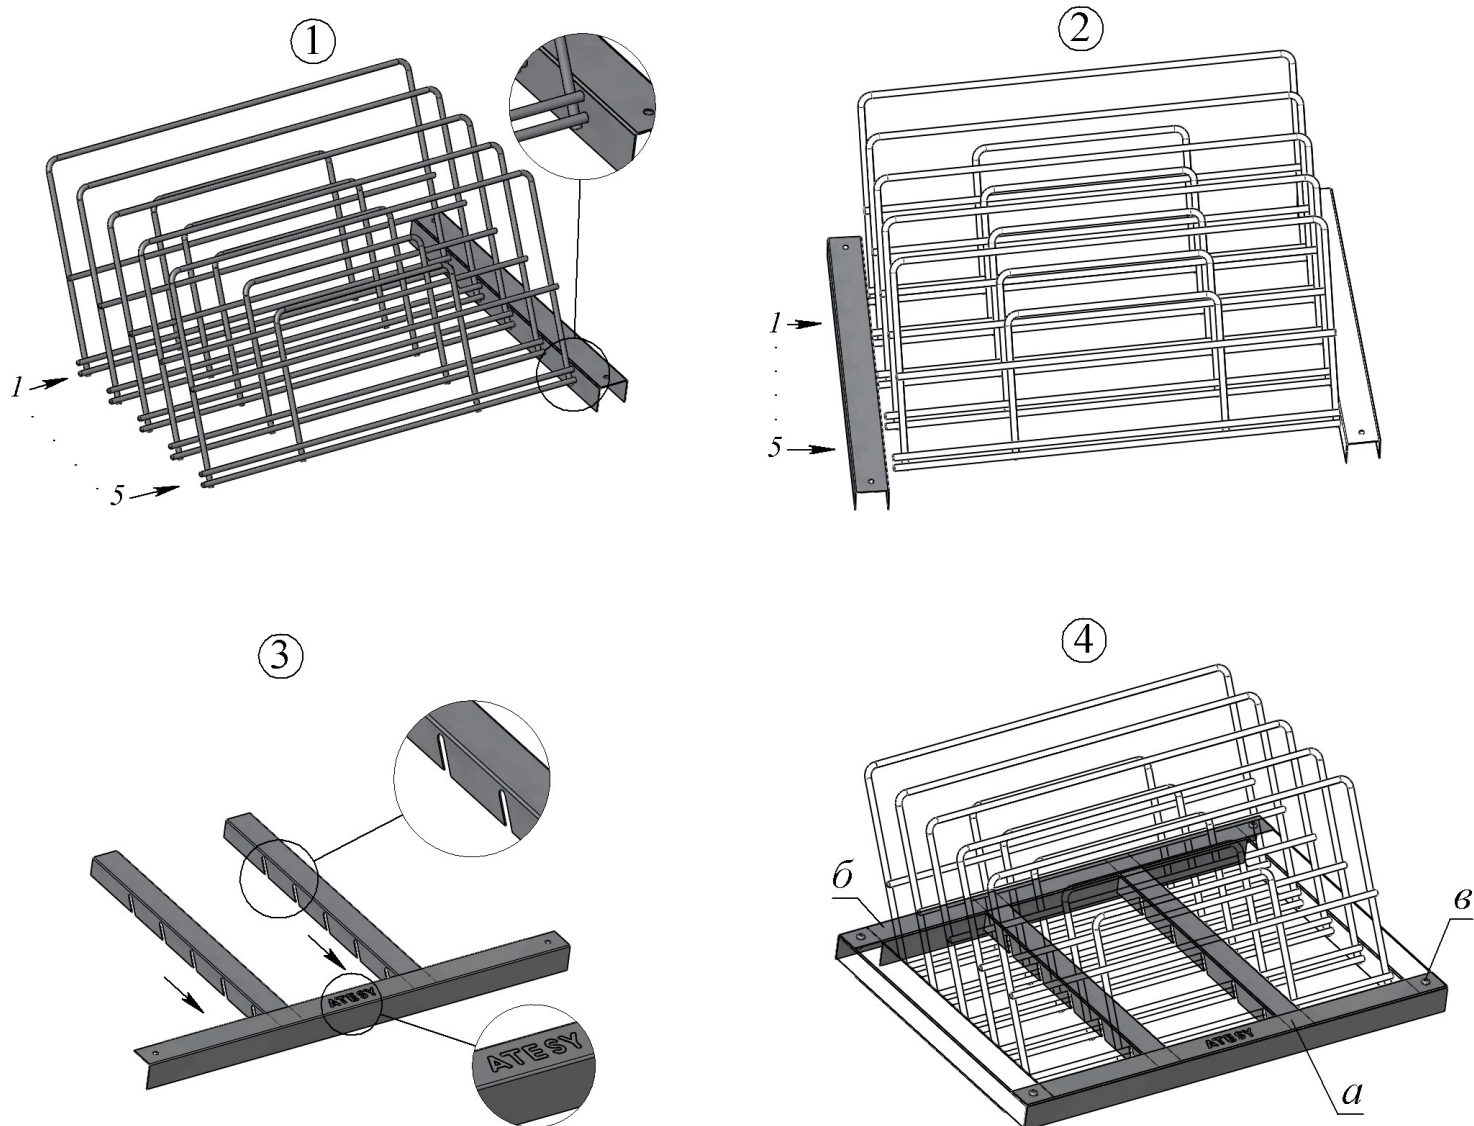

Рисунок 2
Полка ПКД-С (рисунок 2) выполнена из пищевой нержавеющей стали. Она имеет пять наклонных полок, выполненных из нержавеющей прутков. Конструкция полок позволяет размещать на них разделочные доски различных размеров.
2.2 Сборку изделия производить на столе в следующем порядке (см. рисунок 2):